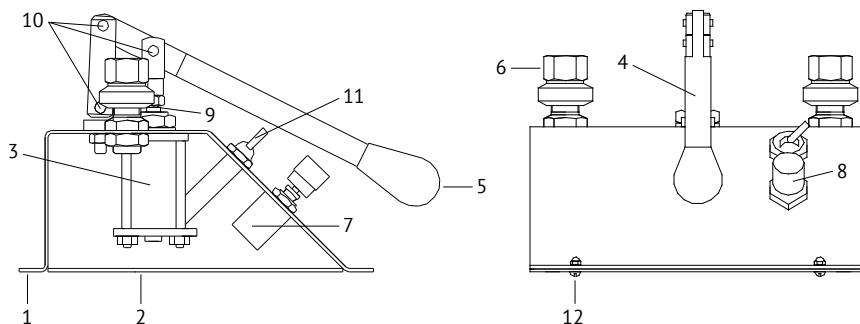

Рис. 1. Пневматическое устройство для сравнительной калибровки:
4.1 Внешний вид устройства показан на Рис. 1.
8.2 При ежедневном техническом обслуживании производят внешний осмотр, очищают от загрязнений и пыли сухой чистой ветошью. Проверяют наличие смазки на поверхности *штока 9 (Рис. 1)* и в *шарнирных соединениях 10*. При её отсутствие или недостаточном количестве произвести смазывание *соединений 10* консистентной смазкой ЛИТОЛ — 24 ГОСТ 21150-87, а поверхность *штока 9* консистентной силиконовой смазкой (не аэрозоль).
- 8.3.2 Открутите *винты 12 (Рис. 1)* и снимите *нижнюю крышку 2*;